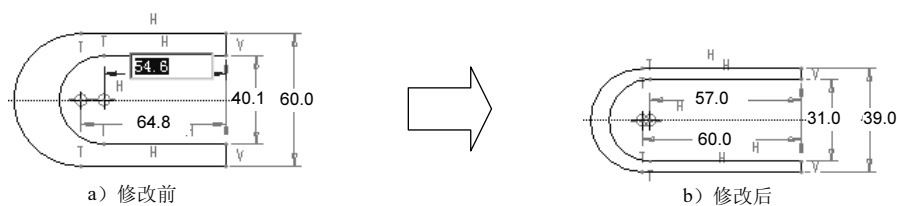

图 2.14.12 修改尺寸
(1) 在图 2.14.12 所示的图形中, 双击要修改的尺寸, 然后在系统弹出的文本框中输入正确的尺寸值, 并按回车键。